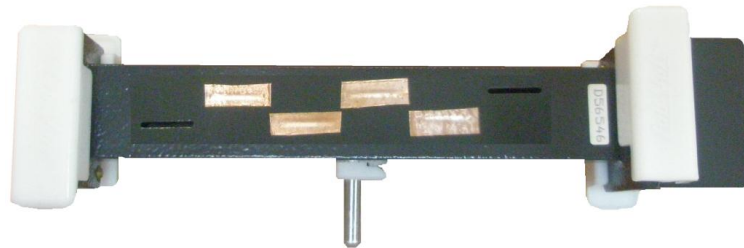

Figura 10.17 Sellado de todas las ranuras, menos las dos de los extremos
X. Retire las dos cintas que se encuentran más cerca de los extremos de la guía de ondas y úselas para sellar las dos ranuras del centro. (ver Figura 10.17).